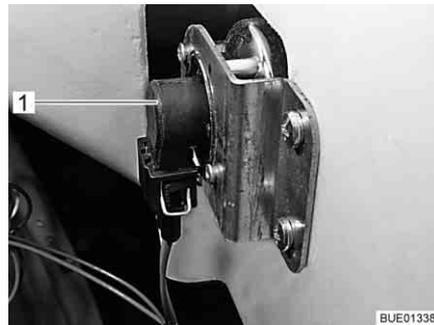

Fig. 260 Intermitentes
- Meter la mano detrás del portalámparas (Fig. 260,1).